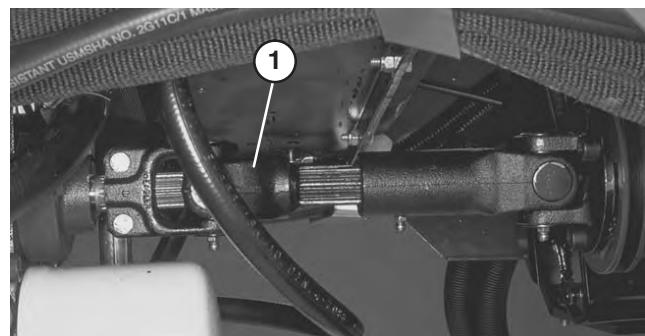

Figure 30
1. Desserrez et retirez les vis de fixation de l'arbre de transmission au coupleur d'entrainement du moteur. Desserrez les vis de fixation de l'arbre de transmission à la transmission (Fig. 30). Déposez l'arbre de transmission.
5. Après avoir remorqué la machine, reposez l'arbre de transmission comme indiqué à la Figure 30. Les cannelures sont conçues pour ne permettre l'assemblage que lorsque les deux moitiés de l'arbre sont correctement orientées.